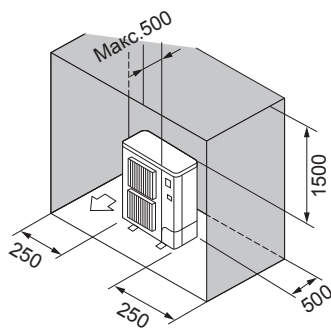

Fig. 2-8
- ⑥ Перешкоди лише ззаду, з боків та зверху (Fig. 2-8)